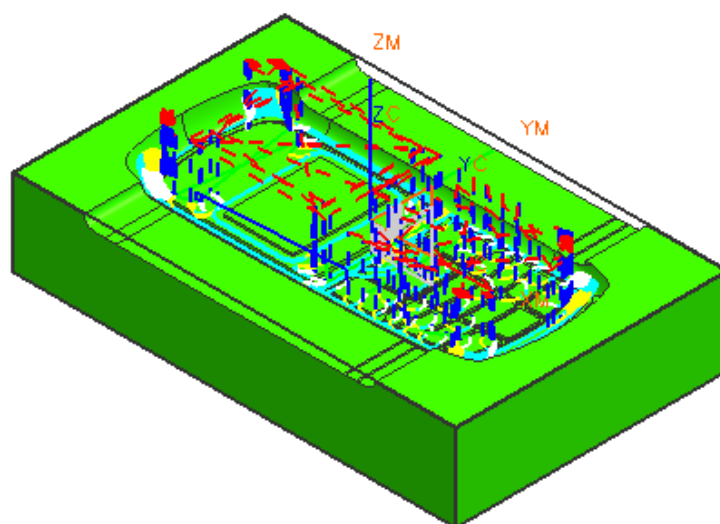

图 9-183
- 单击 ，生成如图 9-183 所示的刀轨，单击 O K。